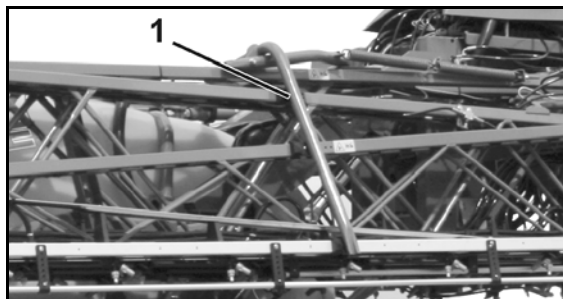

Bild 9
- Transportspärr (Bild 9/1) på Super-L-spruttrampen som hindrar att den fälls ut oavsiktligt